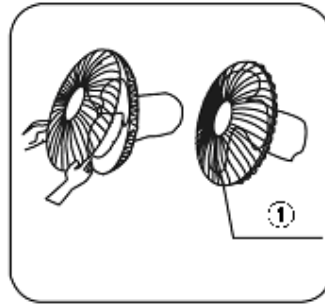

Bild 7
8. Fäst de två skydden hårt genom att spänna fläktskyddet och stäng sedan den lätta klämman (skede 7, 8 – se bild 7).